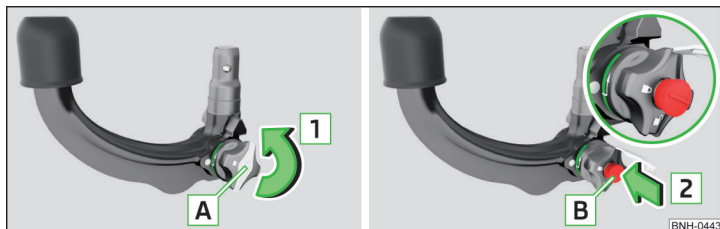

Fig. 130 Detașarea capacului de încuietore/Introducerea cheii în încuietore
- Îndepărtați apărătoarea **A** de pe încuietore, în sensul săgeții **1** » fig. 130.